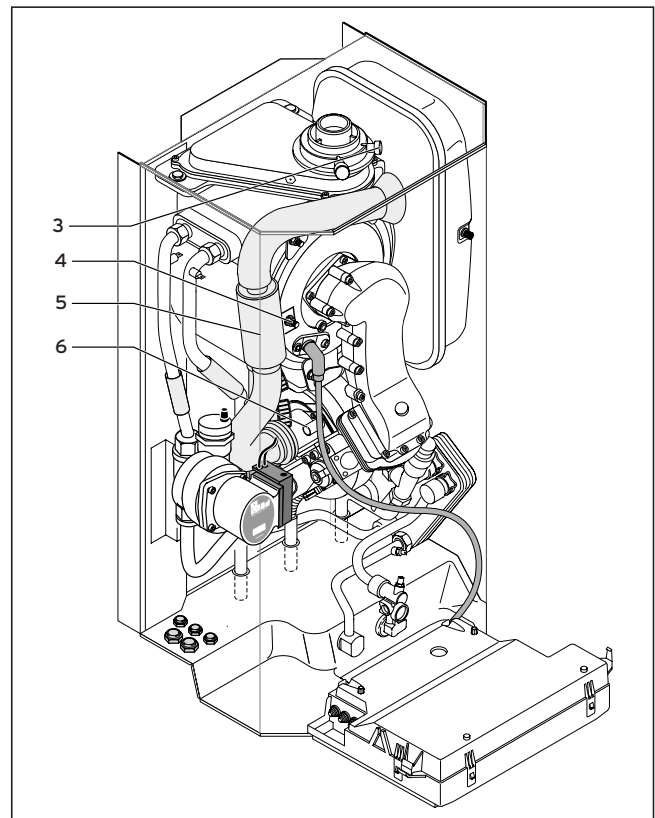

Abb. 5.4 CO₂-Messung durchführen, Luftzahleinstellung vorbereiten
- Messen Sie den CO₂-Gehalt am Abgasprüfstutzen (3) (Abb. 5.4). Vergleichen Sie den Messwert mit dem entsprechenden Wert in Tab. 5.3.
- Ist eine Einstellung des Abgaswertes erforderlich, lösen Sie die Schraube (4) und klappen Sie das Luftansaugrohr (5) um 90° nach vorne (Abb. 5.4). Das Luftansaugrohr nicht abnehmen!